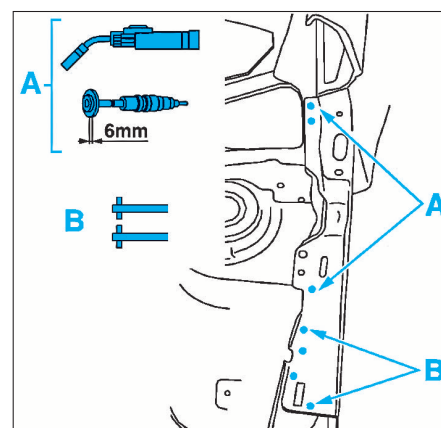

FIG. 38
- Après ajustage, procéder au soudage (Fig.38 à 41) au MIG ou avec une pointeuse électrique puis meuler.